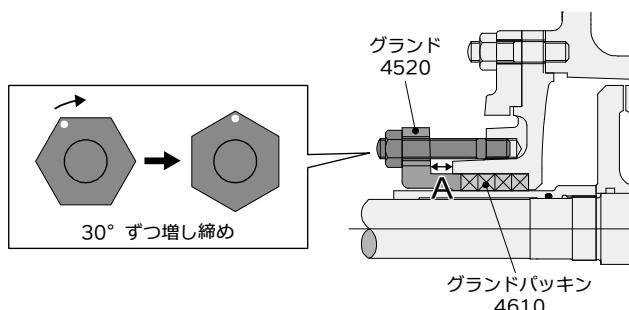

図 4.4-1 グランドの増し締め
経年的な漏れ量の増加に対して、グランド(4520)の増し締めにて調整する場合は、図 4.4-1 の A 部分の上下左右の隙間を測りながら、ナットを均等に最大 30° ずつ交互に締め込んで調整して下さい。増し締めを行っても漏れ量が減少しない場合、または過熱する場合は、グランドパッキン(4610)の取り替えを行うか(5.2 項 (5) 参照)、パッキンスリーブ(5240)を点検して下さい。